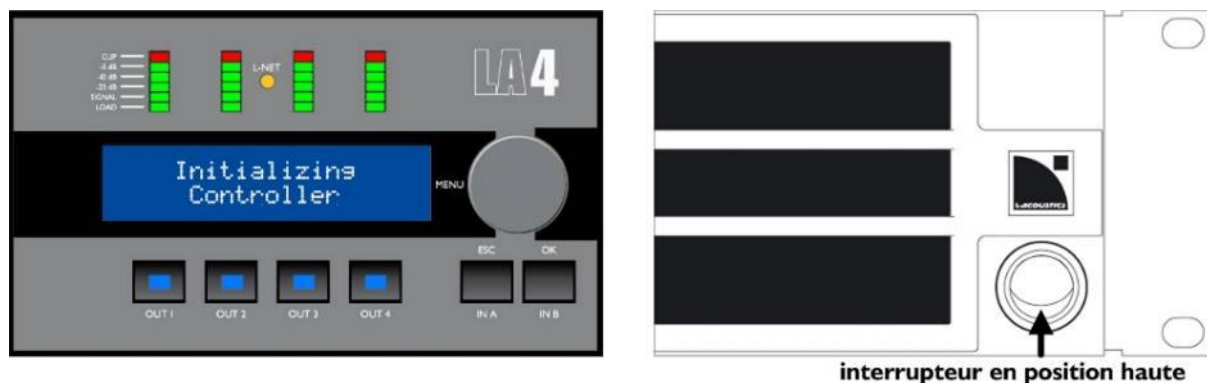

Figure 11 : Séquence de démarrage
- Pressez l'interrupteur vers le haut pour allumer le LA4 (voir la Figure 11).